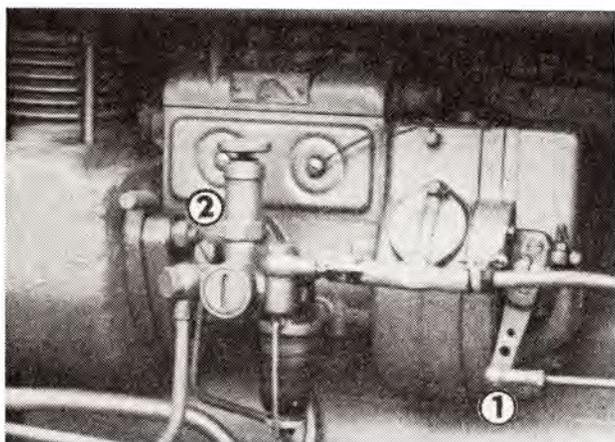

Abb. 20
4. Die Zugstange der Kraftstoffregelung ist durch Abziehen vom Kugelzapfen des Reglerhebels zu lösen (Abb. 20/1).
7. Drei Muttern M 10 (Abb. 20/2) sind von den Stiftschrauben, welche die Flanschpumpe zum Luftverdichtergehäuse festhalten, abzuschrauben. Die Pumpe mit Flansch ist aus der Zahnkupplung in Richtung nach rückwärts herauszuschieben.